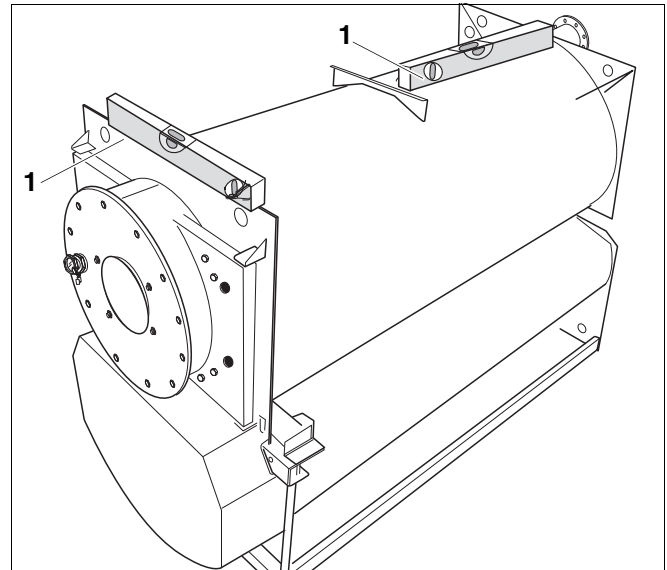

Рис.6 Выравнивание котла
Котёл нужно выровнять по горизонтали и вертикали так, чтобы в нем не скапливался воздух (рис. 6).
- Выровняйте отопительный котёл в горизонтальной и вертикальной плоскостях, как показано на рис. 6, используя уровень [1].